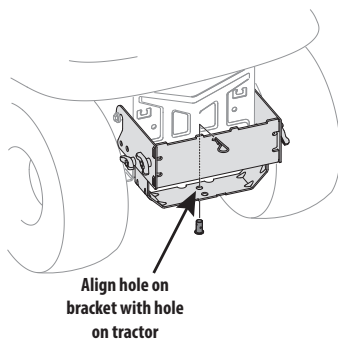

Figure 8
2. Installez la goupille de chape (710-0309A) du 689-02364 dans l'attelage du tracteur et fixer avec la goupille fendue (714-0117). Voir Figure 8.